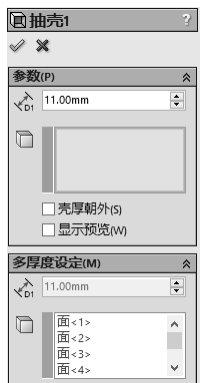

图 3-113 抽壳操作
STEP 1 单击“特征”工具栏中的“抽壳”按钮，不设置移除的面，而在“多厚度设定”卷展栏中设置“顶部弧面”和“与弧面相切的面”的壳厚度为 9mm，两侧面的壳厚度均为 11mm，底面的壳厚度为 15mm，执行抽壳操作，如图 3-113 所示。